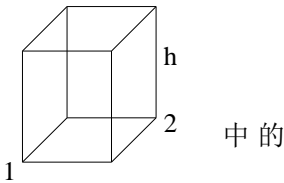

图 4-12 长方体 点 坐
- 2. 按命令行提示，分别指定平面矩形的角点坐标 1、角点坐标 2 和长方体的高度 h，确定后的长方体如图 4-12 所示。